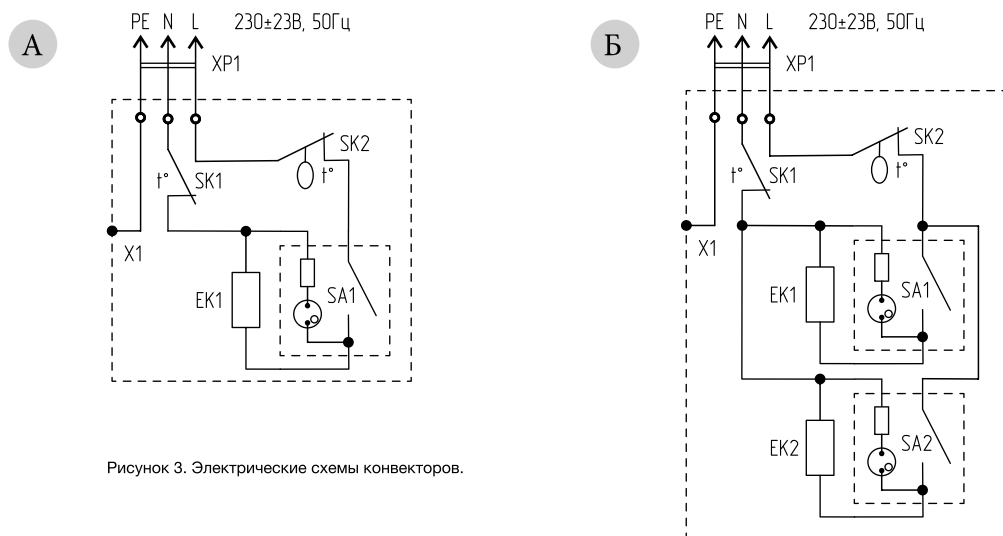

Рисунок 3. Электрические схемы конвекторов.
2. Схема электрических соединений и узлов конвектора 60-0121 показана на рис. 3, поз. А. Нагревательный элемент имеет один нагреватель ЕК1, в цепь питания которого включены рокерный переключатель с подсветкой SA1, термовыключатель защиты от перегрева SK1 и биметаллический термостат SK2.
3. Схема электрических соединений и узлов конвектора 60-0122, 60-0123 показана на рис. 3, поз. Б. Нагревательный элемент имеет два независимых нагревателя ЕК1 и ЕК2, которые могут включаться независимо друг от друга, обеспечивая 100% или 50% номинальной мощности конвектора. Холодный воздух поступает через прорези в нижней части корпуса внутрь конвектора. Проходя через нагревательный элемент, воздух нагревается и поднимается вверх, выходя из прибора через прорези (2) в верхней части обогревателя;
5. Термостат обеспечивает бесступенчатое управление нагревом: поворот ручки управления (8) по часовой стрелке увеличивает температуру нагрева, поворот против часовой стрелки – уменьшает;
6. Подключение конвектора к питающей сети производится шнуром питания 3x0,75 мм2 с вилкой Schuko (CEE 7/4, DIN 49441), обеспечивающим надежное подключение к защитному проводнику (PE);